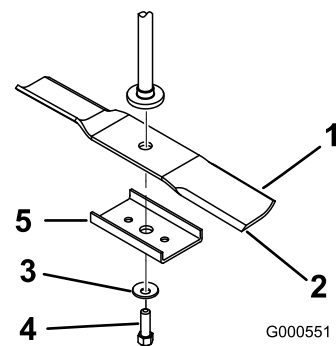

Figure 46
2. Enlevez de l'axe le boulon de lame, la rondelle bombée, le renfort de lame et la lame (Figure 46).
1. Placez la lame sur l'axe (Figure 46).
- Montez le renfort, la rondelle bombée (face concave vers la lame) et le boulon de lame (Figure 46).